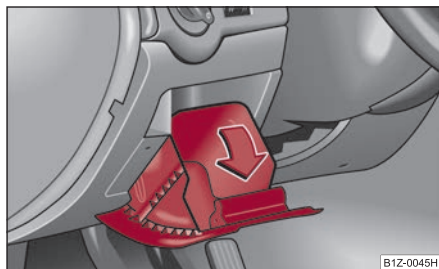

Fig. 118 Tabloul de bord: Compartimentul de depozitare de pe partea conducătorului
- Compartimentul se deschide prin ridicarea mânerului și rabatarea în sensul săgeții ⇒ fig. 118.